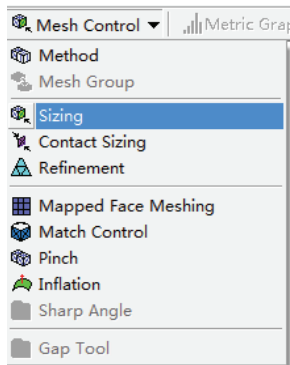
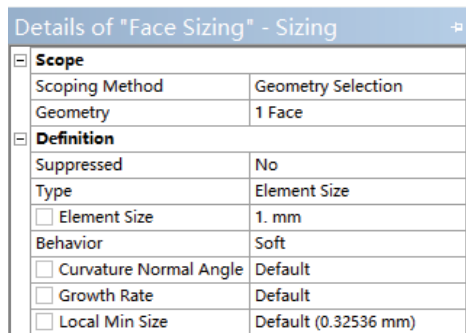

图 10-4 添加网格尺寸控制
图 10-5 设置面划分尺寸
2) 在 Mesh 上单击右键，选择 Insert>Sizing，如图 10-4 所示，然后选择待划分的面，在细节窗口 Geometry 中单击 Apply 按钮，在 Element Size 后设置单元尺寸为 1mm，如图 10-5 所示。